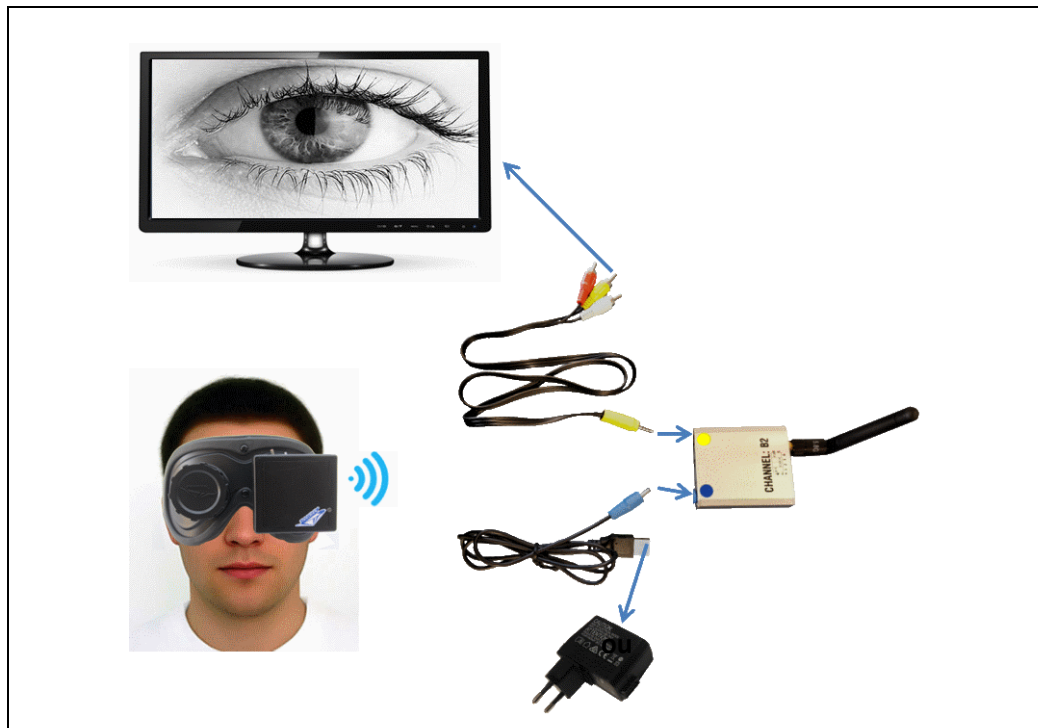

Figure 10 – Schéma de principe du branchement en version sans fil sur téléviseur
- Branchement sur un téléviseur (cf Figure 10):